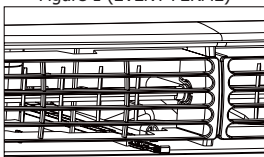

Figure 2 (AIR FRAIS)
- Faire entrer de l'air à l'intérieur de la pièce – air frais (voir Fig. 2)